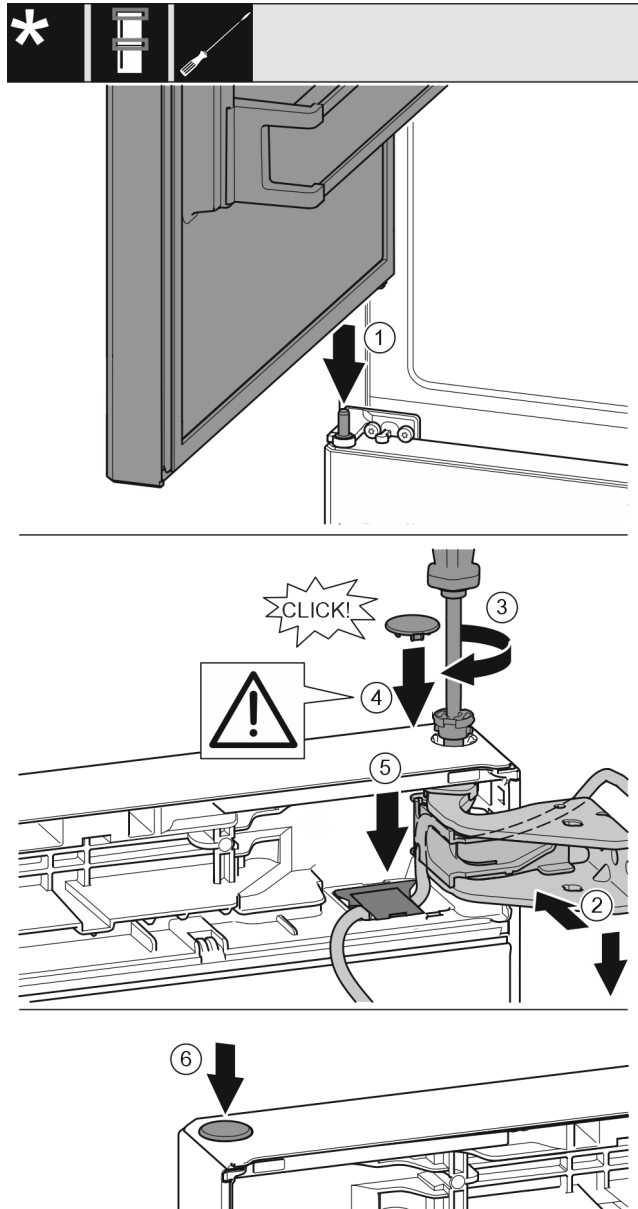

Fig. 42
- Așezarea ușii superioare pe bolțul central de lagăr Fig. 42 (1)
- Aliniați ușa sus spre deschizătură în suportul de lagăr. Fig. 42 (2)
- Introduceți bolțul și înșurubați-l ferm cu șurubelnița T15. Fig. 42 (3)
- Montarea capacului de siguranță pentru siguranța ușii: Introduceți capacul de siguranță și controlați dacă este așezat pe ușă. În caz contrar, introduceți complet bolțul. Fig. 42 (4)
- Introduceți apărătoarea și apăsați în jos până când se fixează în poziție. Fig. 42 (5)
- Introduceți dopul. Fig. 42 (6)